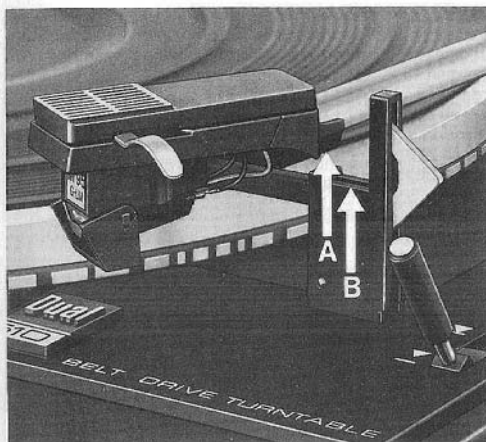

Fig. 18
Der Tonarm ist ausbalanciert, wenn Kante "A" des Tonarmkopffprofils und Kante "B" der Tonarmstütze auf gleicher Höhe sind (Fig. 18), oder wenn der Tonarm sich nach Antippen in vertikaler Richtung wieder von selbst in die horizontale Lage einpendelt, d.h. weder oben anstößt noch unten auf der Tonarmablage aufliegt. Beim Ausbalancieren
The tonearm is exactly balanced when edge "A" of the tonearm head profile is at precisely the same height as edge "B" of the tonearm rest (Fig. 18), or when the tonearm tapped vertically, returns automatically to a horizontal position. When balancing the tonearm, the automatic mechanism must be dis-
1. Amener les réglages de la force d'appui (10) et les réglages de l'antiskating (13) sur „0”.
3. Si le bras de lecture ne se stabilise pas de lui-même à horizontale, desserrer la vis de blocage (F) et déplacer le contrepoids avec la tige jusqu'à ce que l'équilibre soit à peu près atteint. La tige du contrepoids doit alors être bloquée par serrage de la vis.
4. Régler l'équilibrage exact du bras en tournant la roue crantée du contre-poids. Le bras de lecture est équilibré, lorsque le bord „A” du profil de la tête et le bord „B” du support du bras sont au même niveau (fig. 18), ou lorsqu'après une légère pression verticale exercée sur le bras, celui-ci revient de lui-même à la position horizontale, c'est-à-dire qu'au lieu de se soulever jusqu'à la butée, il redescend, sans toutefois se reposer sur son support. Lors de l'équilibrage, le bras de lecture doit être découplé de la
1. Naalddruk (10) en antiskatinginstelling (13) op „0” zetten.
4. Door de gekartelde rand van het contragewicht te verdraaien kan de juiste balans van de toonarm worden ingesteld. De toonarm is uitgebalanceerd, zodra de onderzijde van „A” en de bovenzijde van „B” op gelijke hoogte blijven (fig. 18), of wanneer de toonarm, ne lichte aanraking, uit zichzelf de horizontale positie inneemt, d.w.z. noch naar boven aantikt noch naar beneden op de steun ligt. Tijdens het uitbalanceren moet de toonarm ontkoppeld zijn van de opzet; automaat. Breng de lift in de stand Σ het plateau eventueel met de hand rechtsom ronddraaien, totdat de afslag bereikt is.
El brazo estará equilibrado cuando el canto „A” de la cabeza se encuentre a la misma altura que el canto „B” del soporte (fig. 18), o cuando al hacer oscilar el brazo verticalmente éste vuelva a su posición horizontal al encontrarse en reposo, es decir que no debe tocar por arriba ni apoyarse por abajo. Para equilibrar el brazo habrá que liberarlo de su dispositivo de accionamiento. A tal fin hay que elegir la posición Σ en el dispositivo de elevación/descenso del brazo y, eventual-
1. Ställ in skalorna för nåltryck (10) och antiskating (13) på „0”.
4. Finjustera balansen genom att vrida den räfflade delen av motvikten. Tonarmen är rätt balanserad när kanten A på monteringsbryggan ligger i nivå med kanten B på tonarmsstödet fig. 18. Om man nu vippar på tonarmen i vertikalläge, skall den av sig själv pendla tillbaka till horisontalläget. Vid utbalansering av tonarmen måste „start/stop” vredet stå i neutralläge så att tonarmen är frikopplad från automatiken. Om vredet inte står i neutralläge, ställ tonarmsnedlägget i läge Σ och snurra skivtallriken för hand medurs några varv.